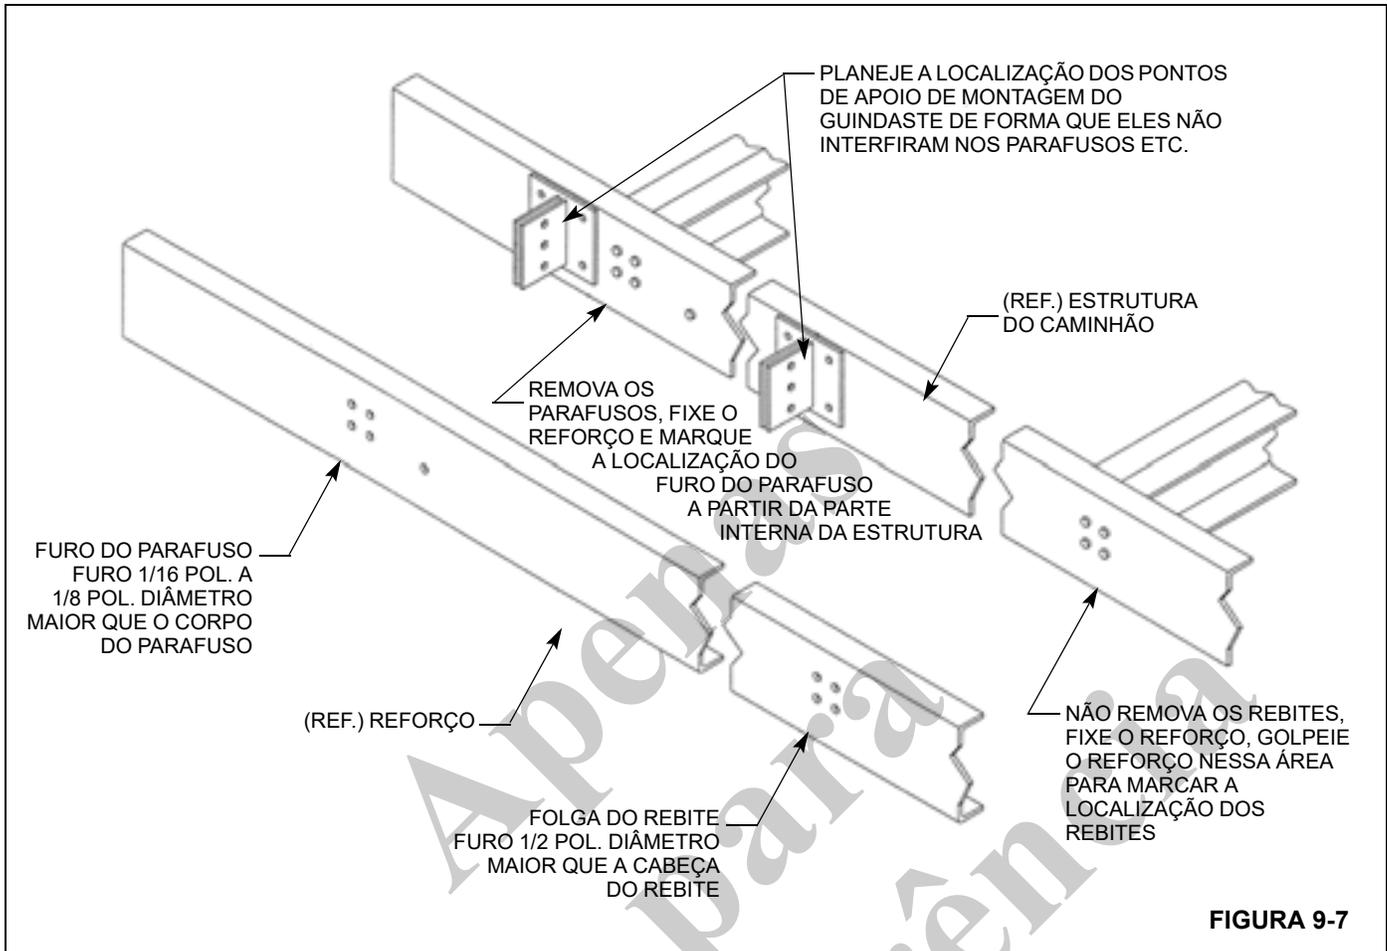

FIGURA 9-7
3. Se forem usados rebites para fixar os membros cruzados da estrutura do caminhão: Posicione o reforço na estrutura do caminhão e fixe-o no lugar. Consulte a Figura 9-7.
Remova o reforço e faça furos com broca ou maçarico para os parafusos ou rebites. Consulte a Figura 9-7.